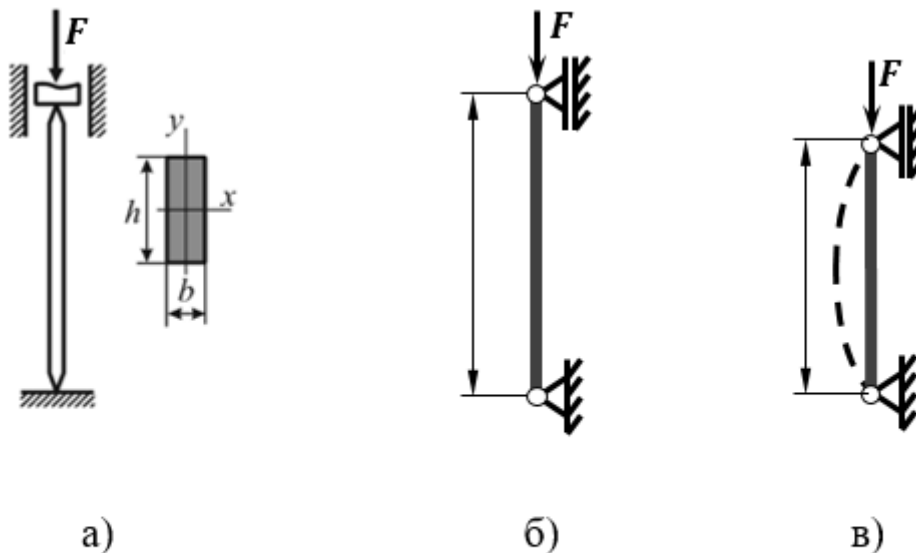

Рисунок 3.24 – Схема навантаження стержня (а),
Розглянемо прямолінійний стержень, що знаходиться під дією центрально-прикладеної стискаючої сили F , лінія дії якої співпадає з віссю стержня (рис. 3.24, а). Враховуючи умови закріплення можна прийняти схему стержня з шарнірно-закріпленими кінцями (рис. 3.24, б).
Якщо стержень стиснути силою F , то із зростанням цієї сили стержень спочатку тільки вкорочується, зберігаючи свою прямолінійну форму, а потім настає явище втрати стійкості – **стержень викривляється** (рис. 3.24, в).
2. Визначити геометричні характеристики перерізу – момент інерції відносно осі Y (рис. 3.24) за формулою 3.38.